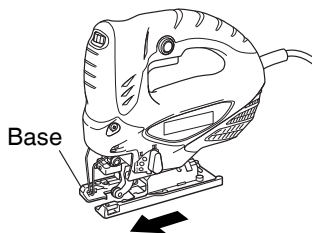

Fig. 9
- (2) Mueva la base completamente hacia adelante (Fig. 9), y vuelva a apretar el perno de la base.
- (3) Apriete de nuevo el perno M5. (Fig. 9)
- (4) Ajuste la posición orbital a "0".